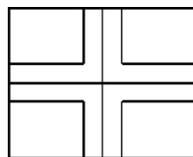

图 1-25 多线实例
**【实例 1-10】** 绘制一个 100 mm×80 mm 的矩形，在矩形中心绘制两条相交多线，多线类型为三线，且多线的每两元素间距为 10 mm，两相交多线在中间断开。完成后的图形如图 1-25 所示。
- ①绘制外围矩形。
- ②设置三线样式，绘制相互垂直的两条多线。
- ③编辑多线使两相交多线在中间断开。